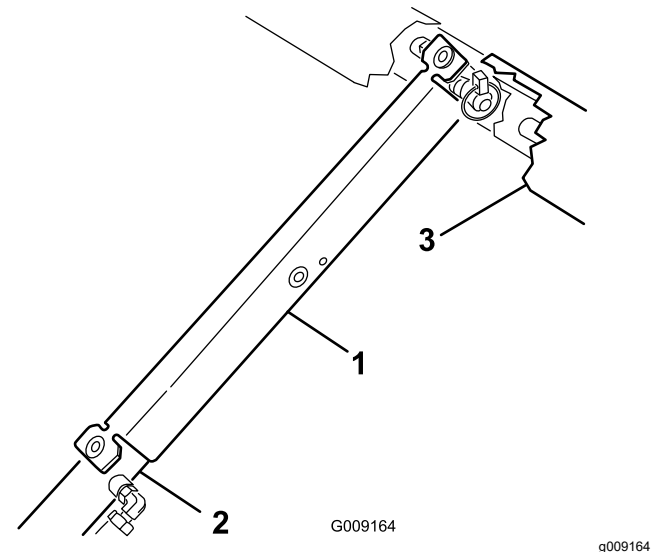

Figura 32
3. Spingete il supporto del pianale sull'asta del cilindro, assicurandovi che le alette all'estremità del supporto poggino sull'estremità della canna del cilindro e sull'estremità dell'asta del cilindro (Figura 32).